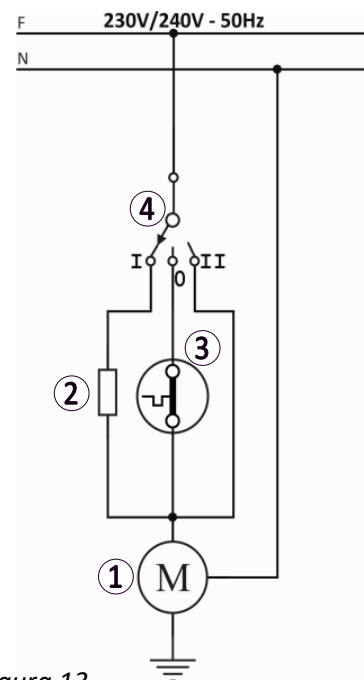

Figura 13
- Ante qualquer problema com o sistema eléctrico da estufa, consultar o fornecedor (ver *figura 13*).
①	Motor convector.
②	Regulador (2 Velocidades)
③	Termóstato controlo convector
④	Interruptor